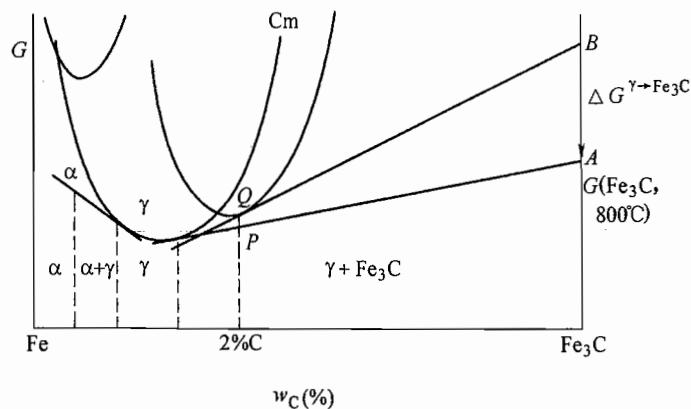

图 4-10 第十三题第 3 小题解答图
① 将有不平衡共晶组织出现，可能发生共晶反应产生  $Ld$ 。
② 得到的 P 其片层间距将更为细小。
③ 析出  $Fe_3C_{II}$  的量将减少，甚至完全抑制了  $Fe_3C_{II}$  的析出。
3. 见图 4-10。 $\alpha$ 、 $\gamma$  和  $\gamma + Fe_3C$  曲线两两相切。当含 C 为 2% 时，由直线定则，P 点为  $\gamma + Fe_3C$  两相的自由能，Q 点为  $\gamma$  母相的自由能。对于该合金，肯定析出  $Fe_3C$  而不会是析出  $\alpha$ 。